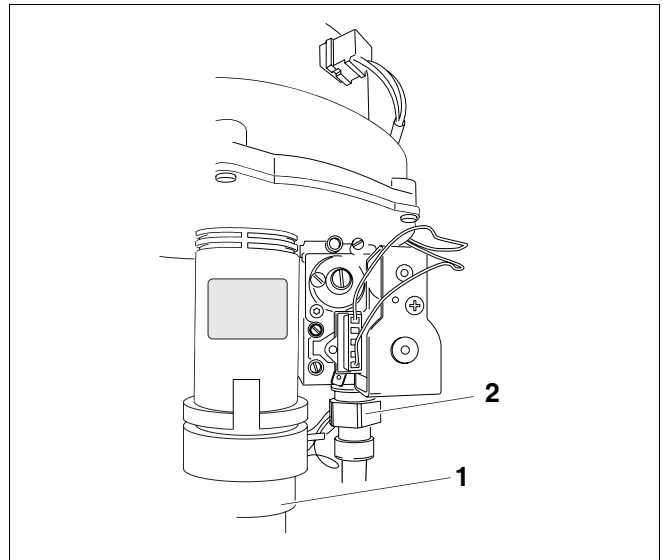

Bild 56 Gasarmatur
- Überwurfmutter (→ Bild 56, [2]) von der Gaszuleitung an der Gasarmatur lösen.
- Luftansaugrohr (→ Bild 56, [1]) nach unten abziehen.